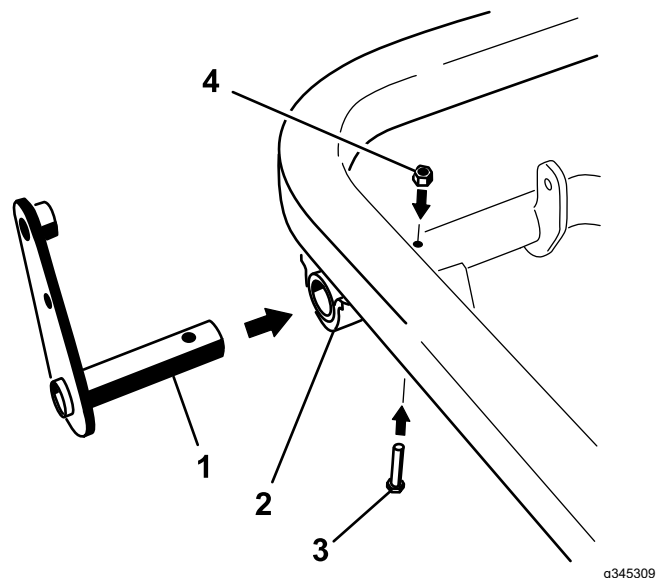

Figura 13
1. Glisai stâlpul de pe ansamblul pârghiei în capătul stâng al tubului pivotant i fixai-l cu un urub (5/16 x 2") i o contrapiuliă (5/16") prin tubul pivotant (Figura 13).
3. Strângeți urubul de pivotare central (articolul 4 din Figura 13) la 20 până la 25 N·m.